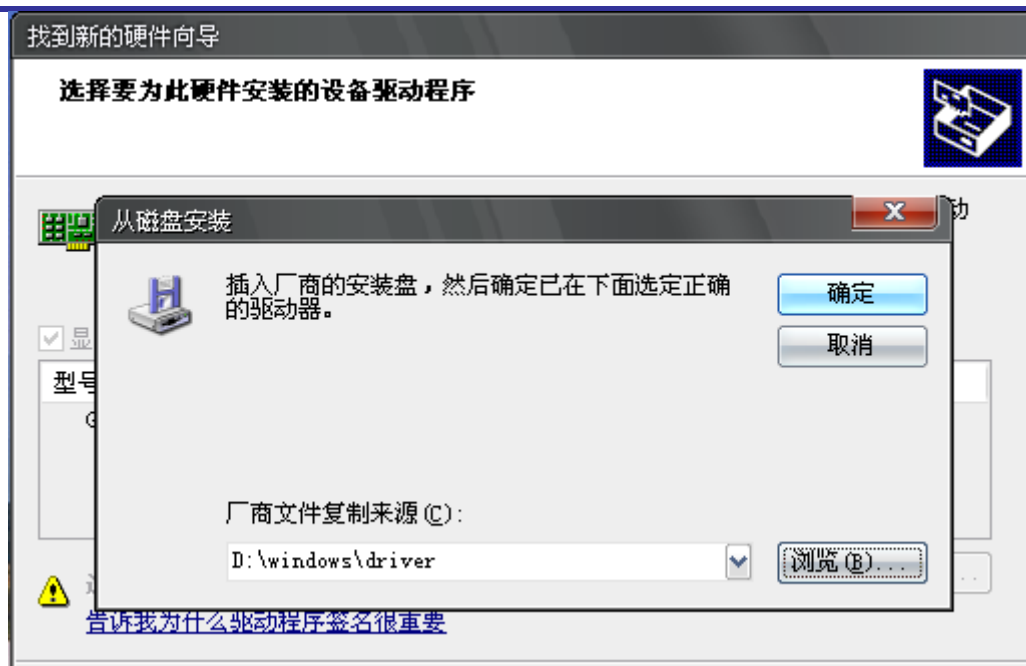
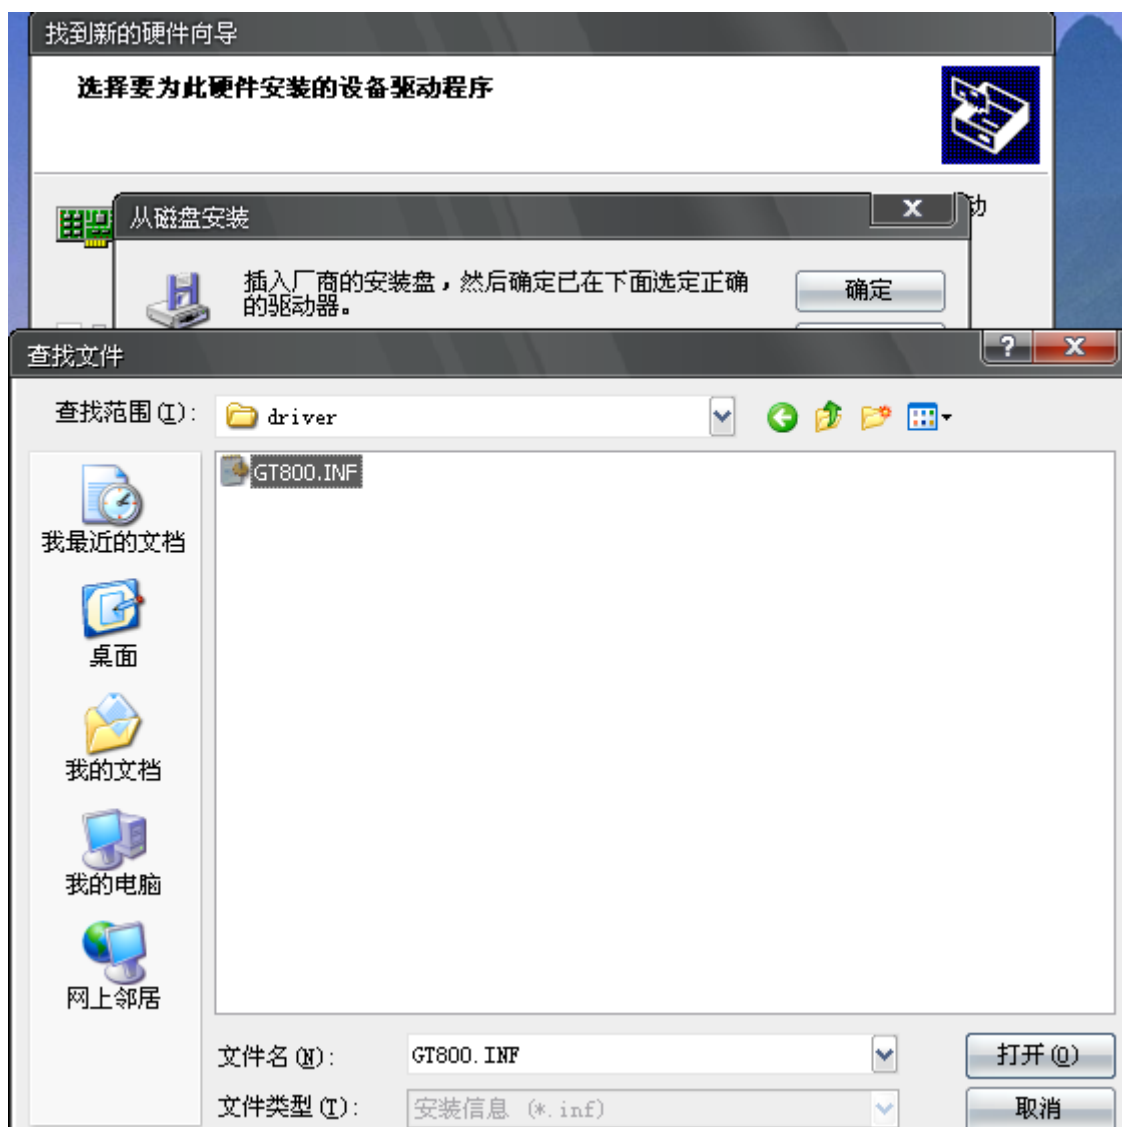

图 2-16 查找驱动程序路径对话框
图 2-17 选取驱动程序对话框
- 4) 在硬件选型对话框中选择“从磁盘安装”，利用“浏览”选择“(光驱盘符): \Windows\Driver”下文件 GT800.INF，此过程中将依次出现如图 2-16 和如图 2-17 所示对话框。
- 5) 在图 2-17 所示中点选驱动文件然后点击“打开”，屏幕将回到图 2-16 所示对话框，再点击“确认”，向导将自动进行驱动程序的安装，安装后出现如图 2-18 所示对话框，自此点击“完成”后，整个硬件驱动程序安装全部完成。